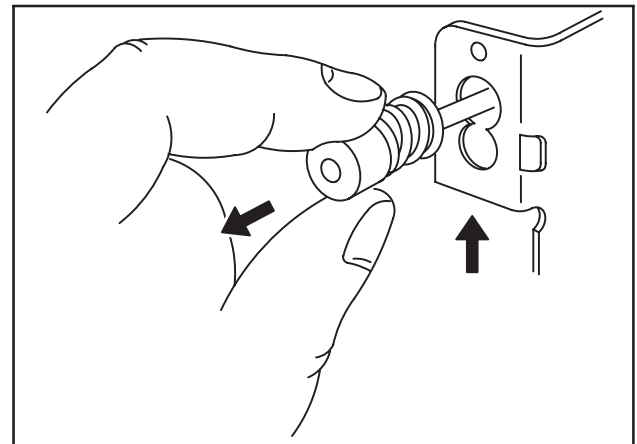

Fig. 35
2. Lancer le moteur et tirer sur l'écrou de réglage au maximum de sa course, Fig. 35.